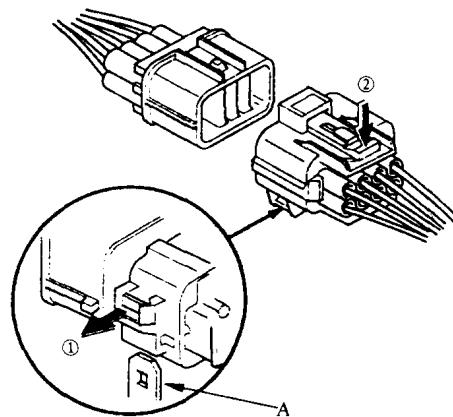

图 1-22 拉式锁件
4) 某些插接器的侧面带有一个夹子，如图 1-22 所示，用于将插接器固定到位于车身或另一部件上的固定座 A 上，此夹子采用拉式锁件。